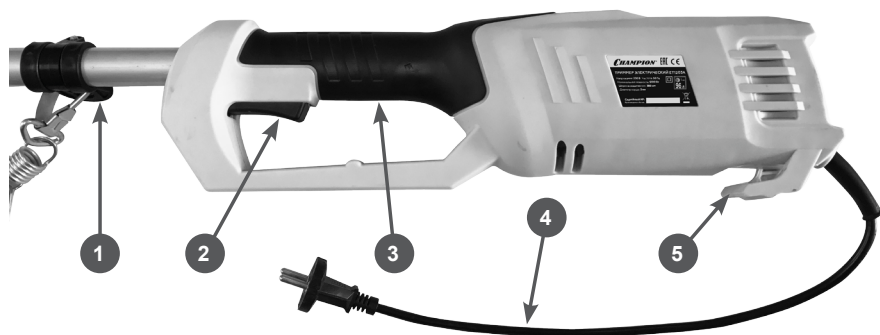
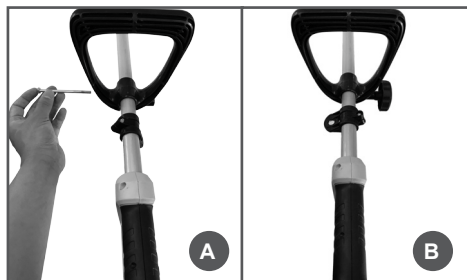

Рис. 2 Основные узлы и органы управления (корпус электродвигателя)
Рис. 6 Установка рабочей рукоятки
4. Установите на верхнюю штангу рабочую рукоятку. Вставьте болт крепления рукоятки с левой стороны (смотреть по ходу движения) до упора (Рис. 6А) и закрутите барашковую гайку (Рис. 6В), не затягивая ее. Возьмите триммер правой рукой за рукоятку управления 3 (Рис. 2), а левой за рабочую рукоятку. Установите рабочую рукоятку в наиболее удобное для Вас положение, после чего затяните барашковую гайку.
5. Наденьте ремень и подвесьте триммер за карабин, закрепив его на скобе крепления ремня 1 (Рис. 2). Удержи-
Во избежание преждевременного выхода кабеля включения из строя закрепите удлинитель с помощью крючка 5 для крепления кабеля (Рис. 2). Для этого сделайте на конце удлинителя петлю длиной 20–25 см, вставьте ее в прорезь в крючке для крепления кабеля, протяните оставшийся кабель через петлю, после чего затяните петлю.
Для включения триммера нажмите на кнопку 2 выключателя (Рис. 2).